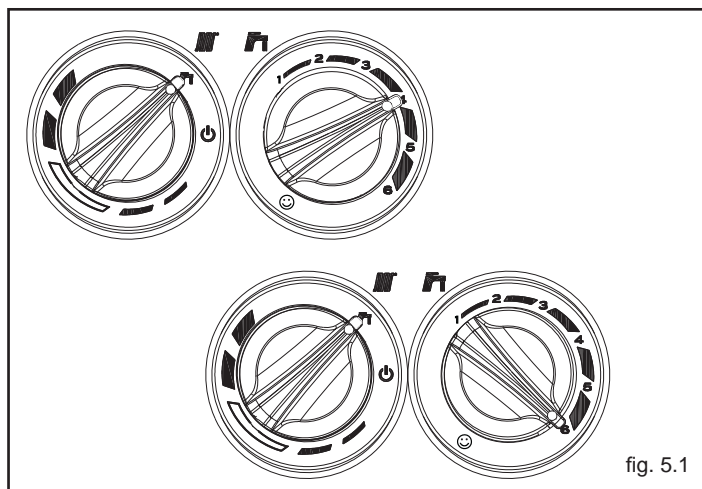

fig. 5.1
- portare il selettore di funzione su estate  (fig. 5.1) e il selettore temperatura acqua sanitario al valore massimo (fig. 5.1).